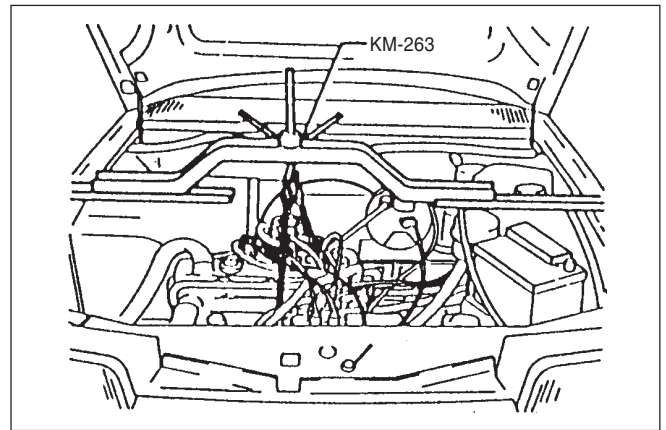

Fig. 9 Dispozitiv de sprijinire motor
- 1) Furtunul (B) dintre tubul de la filtrul de aer și capacul culbutorilor și furtunul(C) dintre corpul clapetei de aer și capacul culbutorilor. (Consultați Fig. 9)
- 2) Furtunul de ventilare a blocului(180) de la capacul culbutorilor(7) prin desfacerea colierului(179)